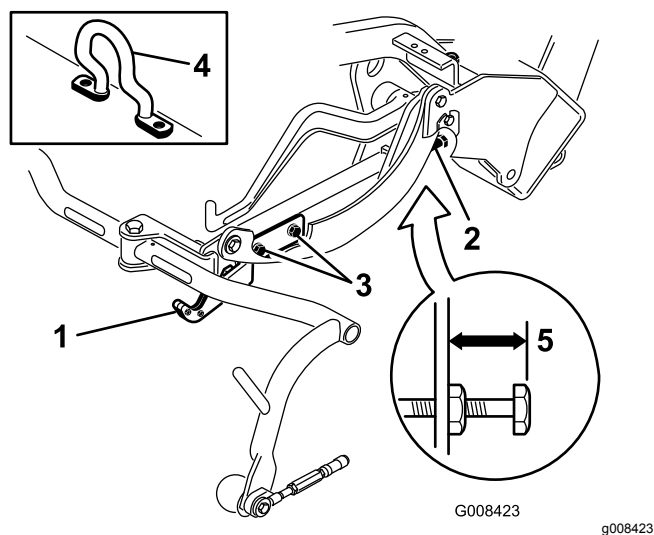
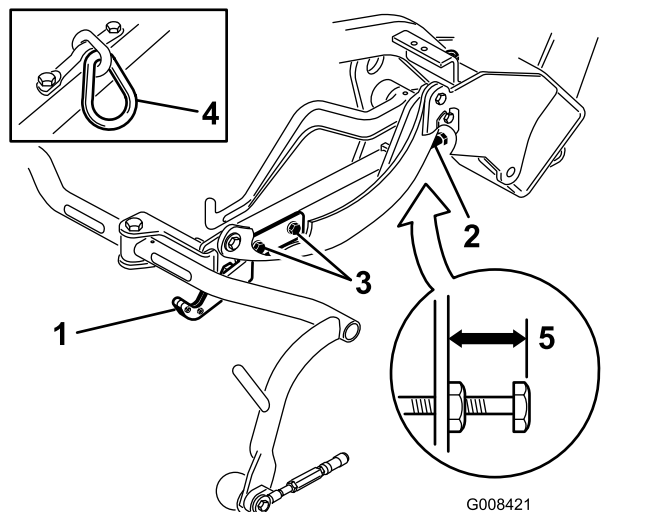
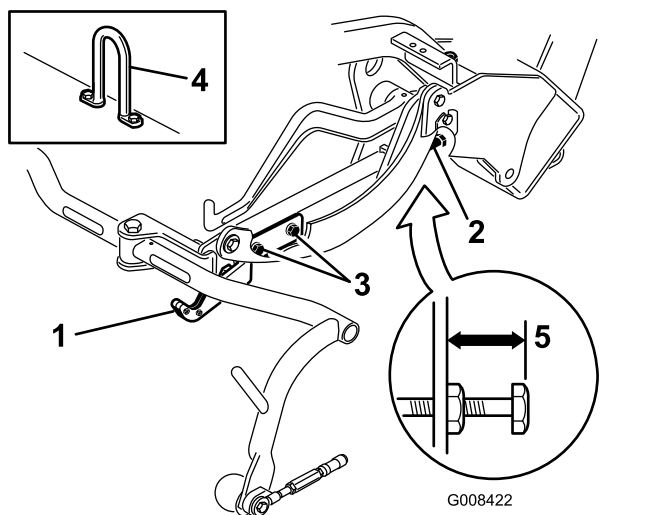

Figura 13
Figura 14
Figura 15
Verifique a altura de transporte (Figura 14 e Figura 15) e ajuste-a, se necessário.
2. Em unidades de corte equipadas com um gancho de elevação desviado (Figura 13, em destaque) verifique se a distância a partir da parte superior do parafuso de ajuste da estrutura de suporte até à parte posterior da estrutura de suporte é de 25 mm. Se a distância não for de 25 mm, avance para o passo 4.
3. Em unidades de corte equipadas com um elo de corrente ou um cilindro de elevação reto (Figura 14 e Figura 15, em destaque) verifique se a distância a partir da parte superior do parafuso de ajuste da estrutura de suporte até à parte posterior da estrutura de suporte é de 22 mm. Se a distância não for de 22 mm, passe ao passo 4. Se a unidade de corte estiver equipada com uma articulação de elevação desviada (Figura 13), avance para o passo seguinte.
4. Desaperte os parafusos de montagem da placa de transporte (Figura 14, Figura 15 e Figura 13).
7. Se as estruturas de suporte não estiverem à mesma altura, desaperte a porca de bloqueio no parafuso de ajuste da estrutura de suporte (Figura 13, Figura 14 e Figura 15). Rode o parafuso para fora para elevar e para dentro para descer. Aperte a porca de retenção após ajustar a altura devida.